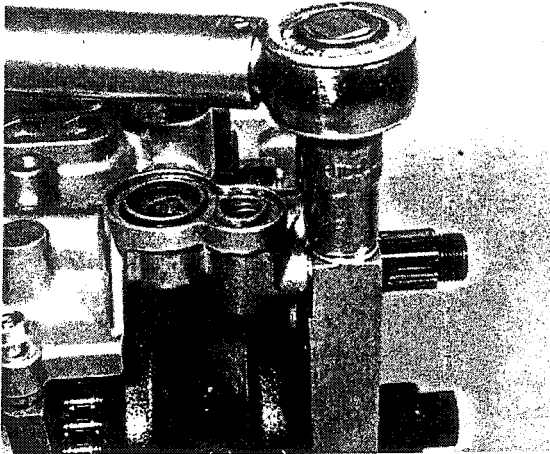

Bild 111
- Die sechs Befestigungsschrauben des Hauptlagerbockes einsetzen und in Stufen kreuzweise bis zu einem Moment von 3,3 bis 3,7 kpm (33 bis 37 Nm) festziehen (Bild 111).